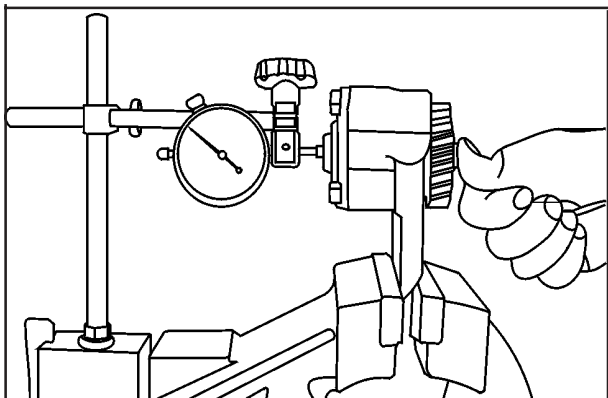

FIG 12
4. Verifique a folga axial do rotor interno com o relógio microcomparador, veja Especificações Técnicas, **Fig. 12 .**